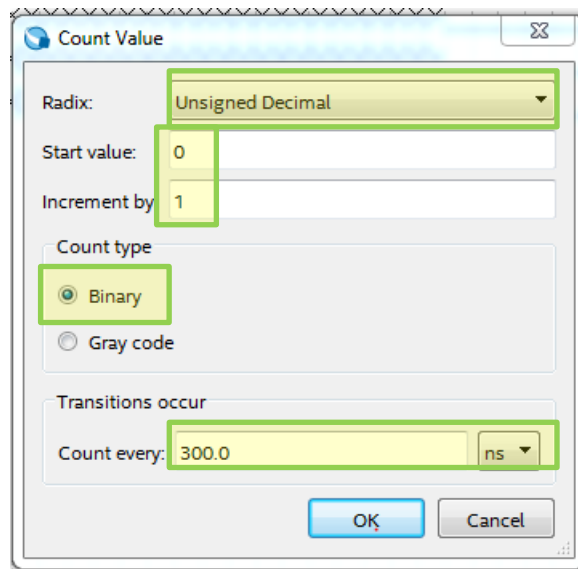

Рис.35 Настройка сигналов группы SW\_A
8.8. Задайте значения сигналов группы **SW\_A** как **Count**. Для этого выделите поле сигнала группы двойным кликом **ЛКМ**, затем **ПКМ=> Value => Count Value** или выберите  из панели инструментов сигналов. В открывшемся окне задайте параметры (рис. 35)